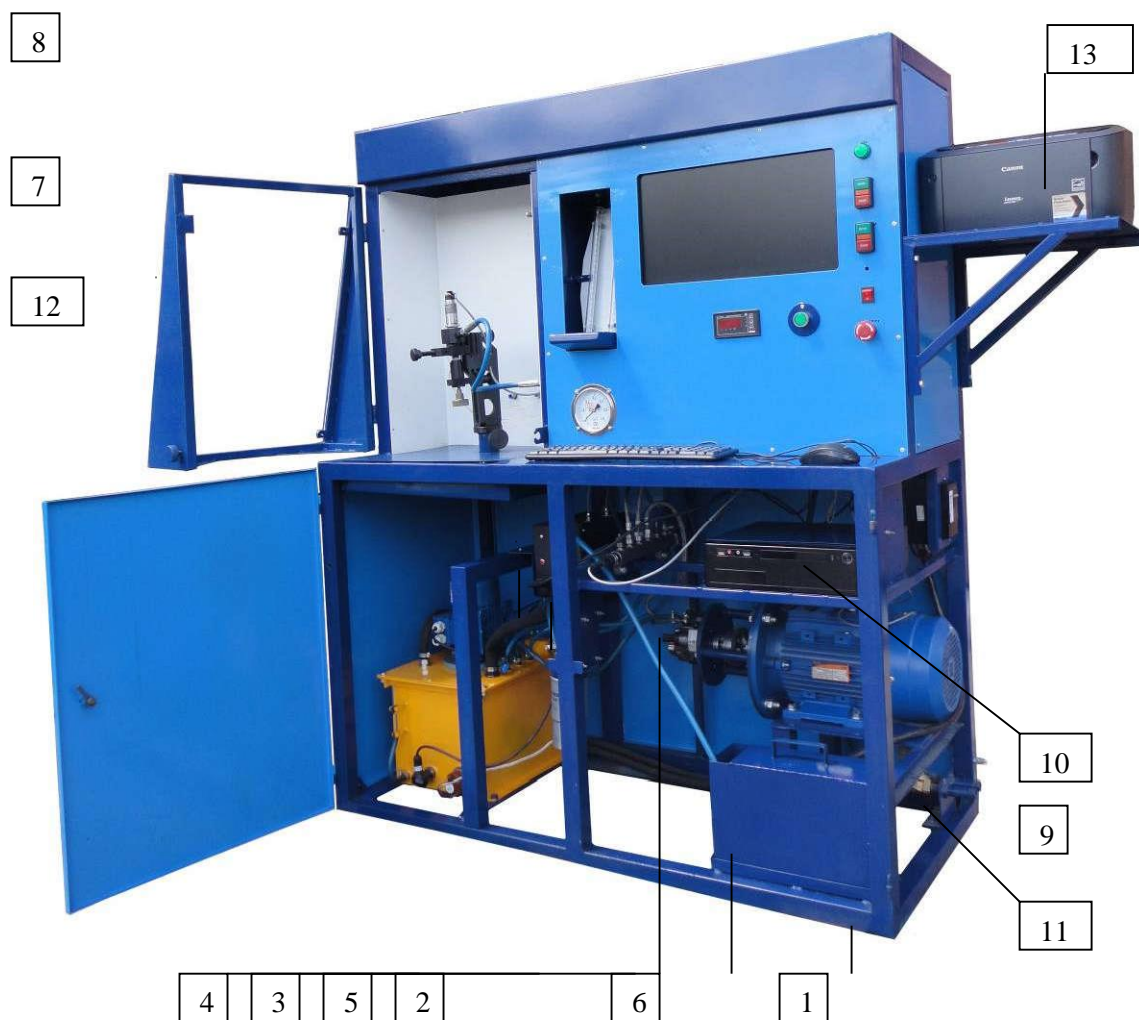

Рис.1 Общий вид стенда М-108Э
3.2. Корпус стенда представляет собой сваренную раму 1 (рис.1), обшитую стальными листами.
Включает в себя пускорегулирующую аппаратуру, блок управления «Поток CR-2» , безмензурочный блок «Поток FM» 12 (рис.1).
Болт заземления находится в нижней части рамы 9 (рис.1).
3.3. Грязное топливо со стола сливается в бак грязного топлива 6(рис.1).
Система термостабилизации топлива включает в себя: топливный бак 4 (рис.1) с размещенными в нем радиатором охлаждения; нагревателем; датчиком температуры; трубопроводы охлаждения с мембранным вентилем с электромагнитным приводом.